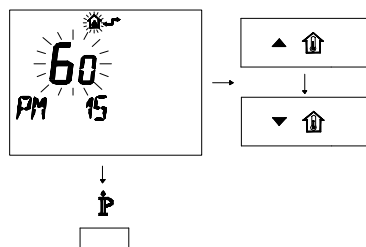

Figura 5.36
- Modificare il SET programmato agendo sui pulsanti ▲ o ▼ fino a visualizzare un **set di 60**, aspettare che il numero programmato cominci a lampeggiare (Figura 5.36)